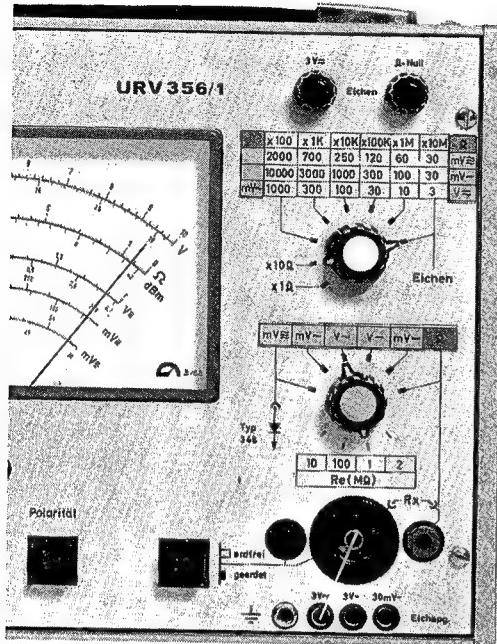

Bild 9
Da das Gerät einen stark gegengekoppelten Wechselspannungsverstärker enthält, sind die Unstabilitäten des elektrischen Nullpunktes zu vernachlässigen. Als Hauptabgleich, der kurz vor jeder wichtigen Messung kontrolliert werden sollte, ist hier lediglich eine Verstärkungskontrolle (ähnlich der Eichkontrolle in Nordmende-Oszillographen) erforderlich. Entsprechend der Einstellung in Bild 9 wird hierzu der Zeigerausschlag auf die rote Marke der Skala mittels Regler 14 korrigiert.
Schalterstellung: siehe Bild 9
- a) Hauptabgleich 3 V ~ kontrollieren (Bild 9)
- Hauptabgleich 3 V \sim kontrollieren (Bild 9)
- Hauptabgleich 3 V ~ kontrollieren (Bild 9)